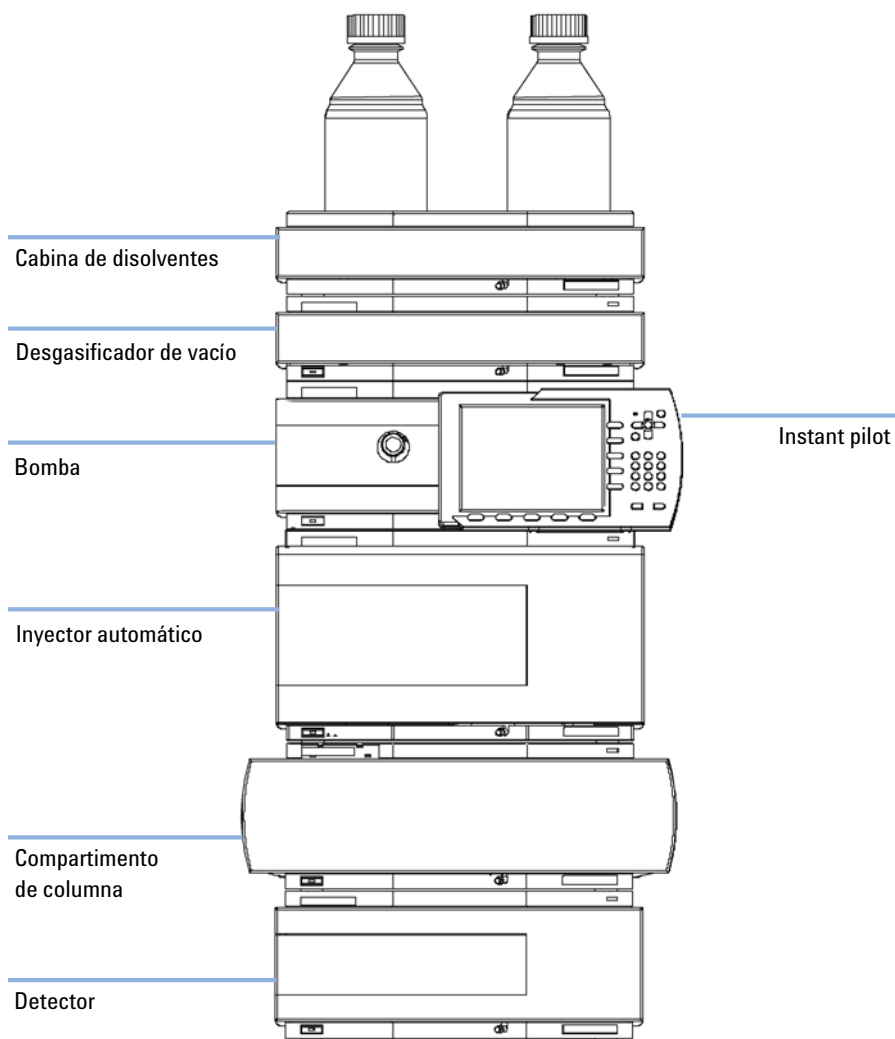

Figura 5 Configuración recomendada de la torre de módulos (vista frontal)
- 1 Coloque los módulos en una torre tal y como se muestra en Figura 5 en la página 33.
- 1 Coloque el desgasificador de vacío en la torre de módulos tal y como se muestra en la Figura 5 en la página 33.